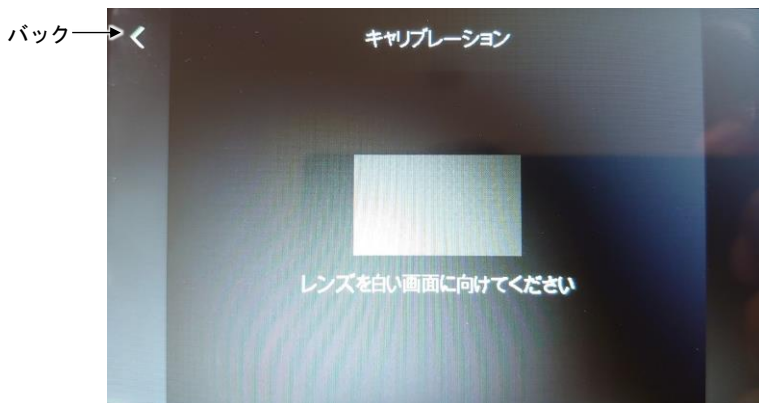

図 36
2. プロブを白い紙などに向けて画面の長方形を白く表示させてください。(図 36)